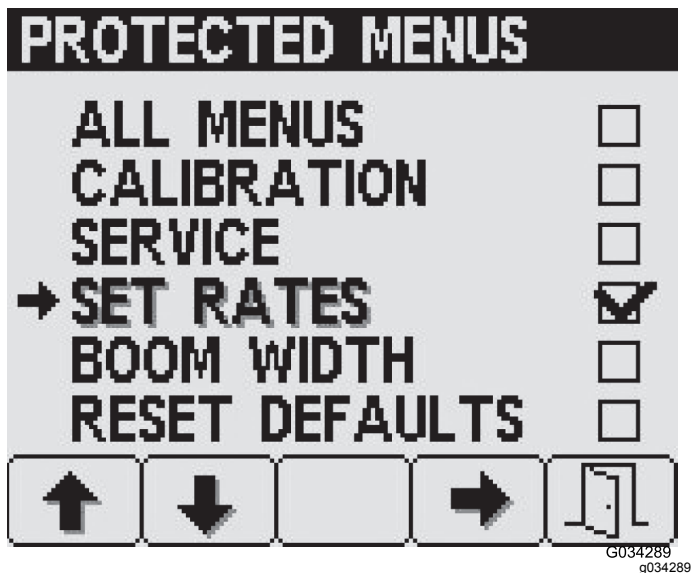

Bild 23
2. Drücken Sie Taste 2, bis Sie den gewünschten Eintrag im geschützten Menü erreicht haben (Bild 23).
3. Drücken Sie Taste 4, um jeden Eintrag im geschützten Menü auszuwählen oder dessen Auswahl aufzuheben (Bild 23).